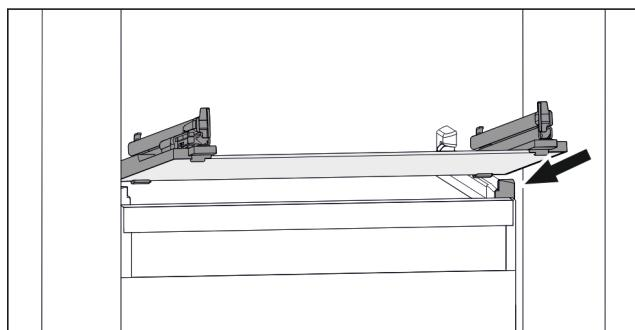

Fig. 115 Příklad znázornění skleněné desky
- Nasadte skleněnou desku šikmo za zarážky. (viz Fig. 115)